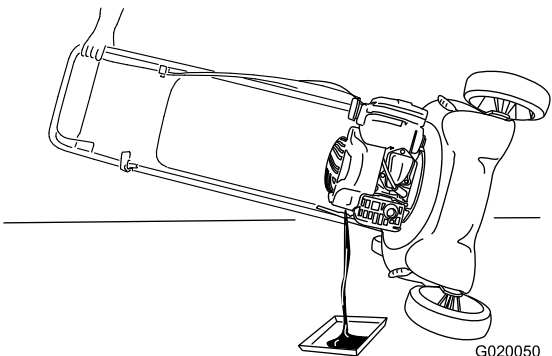

Figura 18
- 4. Ponga la máquina de lado (con el filtro de aire hacia arriba) para drenar el aceite usado del tubo de llenado de aceite (Figura 18).